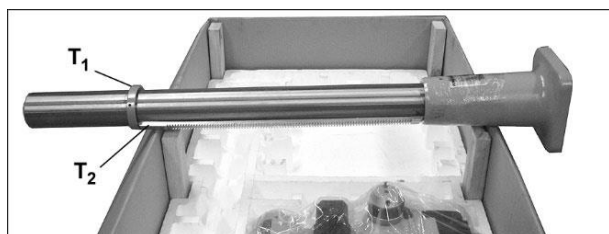

Рис. 6-1
1. Уложите колонну на опоры ящика, как показано на рис. 6-1.
5. Снимите кольцо (T1) и рейку (T2) с колонны. См. Рис. 6-1.